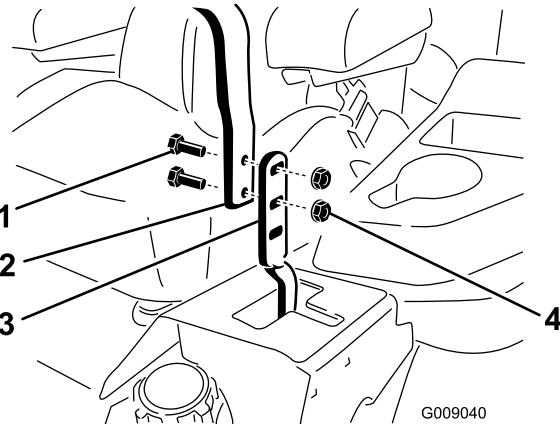

Bild 76
3. Lösen Sie die Schrauben und die Bundmuttern, die in den Hebeln installiert sind (Bild 76).